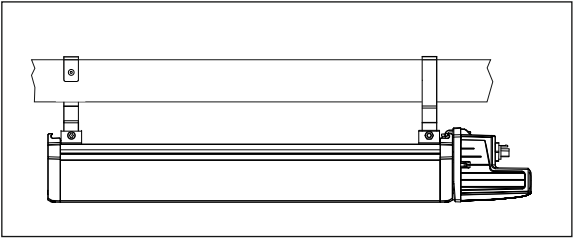

Рис. 1
- 4.12 Подвесьте осветительный прибор на стальной монтажной раме теплицы, как показано на рис. 1.